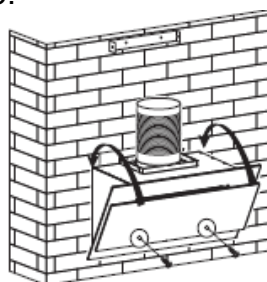

Рис. 5
7. Установите вытяжку на стене в фиксированном положении, отрегулируйте положение вытяжки, закрепите вытяжку с помощью предохранительных винтов. Примечание. Два защитных отверстия расположены на задней части корпуса диаметром 6 мм. См. Рис. 5.